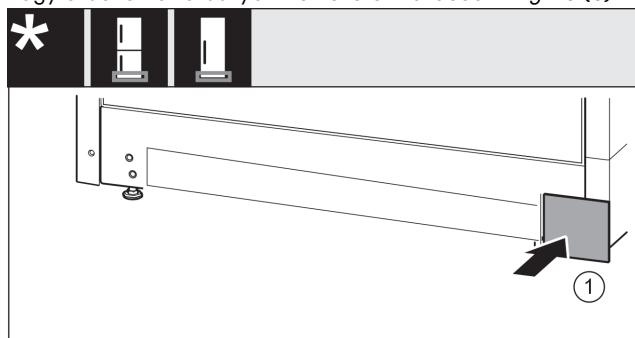

Fig. 14
- Tegye vissza a borítást a másik oldalra. Fig. 14 (1)